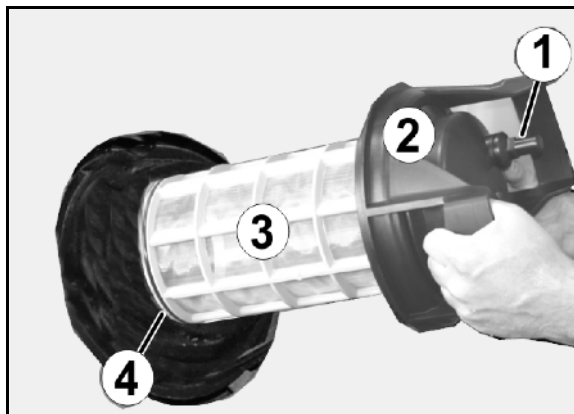

Fig. 142
- Rengør sugefilteret (Fig. 142) dagligt efter rengøringen af marksprøjten.
- Indfædt O-ringen nederst på sugefilteret (Fig. 142/4). Sørg for at O-ringene monteres korrekt
1. Løsn sugefilterets dæksel (Fig. 142/2).
2. Tag dæksel og sugefilter (Fig. 142/3) af og rengør disse med vand.
9. Løsn sugefilterets dæksel (Fig. 142/2).
10. Betjen aflastningsventilen på sugefilteret (Fig. 142/1).
11. Tag dæksel og sugefilter (Fig. 142/3) af og rengør disse med vand.